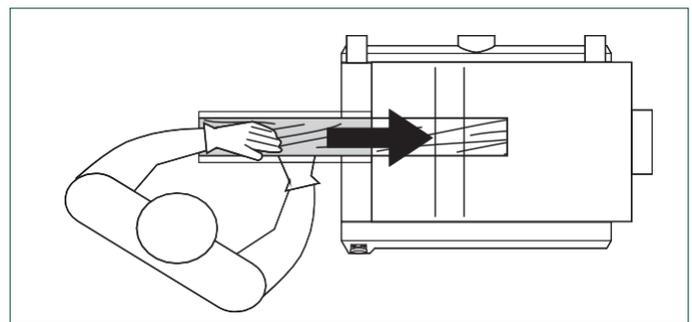

FIG. 7
1. Pour alimenter la pièce dans la machine, assumer la position de fonctionnement appropriée, FIG. 7. Stand décalé d'un côté de l'ouverture d'alimentation pour éviter tout rebond, si elle se produit. Ne poussez pas le bois une fois que le rouleau d'alimentation a été engagé. Laissez le rouleau d'alimentation move la pièce dans le dégauchisseuse à son propre rythme.